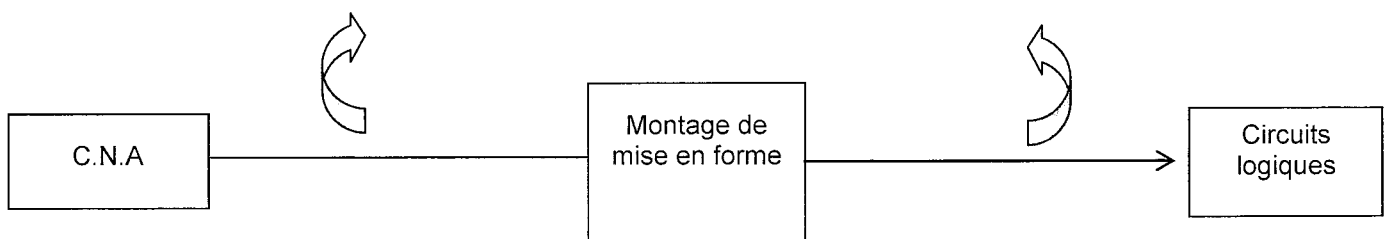

Figure 3
A.1.4. Le montage représenté en **figure 2** du **document annexe 1**, placé en sortie du C.N.A., va permettre de transformer la caractéristique de transfert. L'amplificateur opérationnel est alimenté en $[+ 15$ V ; $- 15$ V]. La **figure 3** montre la transformation que réalise ce montage.